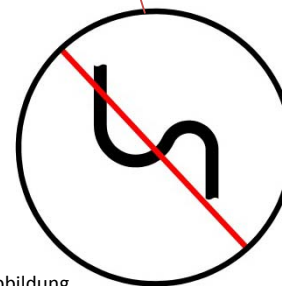

Abbildung 2A.
3. Heizungsauslass: Den Schlauch zwischen Heizungsauslass und der Position am Motor, an der Kühlmittel in den Motor zurückgeführt wird, installieren. Der Schlauch muss so installiert sein, dass er kontinuierlich vom Vorwärmersystem zum Motor nach oben führt. Siehe Abbildung 2A. **Hinweis:** Falls Absperrventile installiert sind, dürfen sie nicht den Fluss beeinträchtigen. Nur Stromventile benutzen.